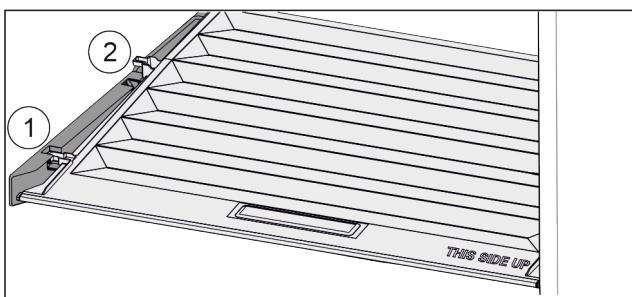

Fig. 42
- Потянуть крышку до отверстия в поддерживающих деталях вперед Fig. 42 (1).
- Поднять сзади снизу и извлечь Fig. 42 (2) движением вверх.